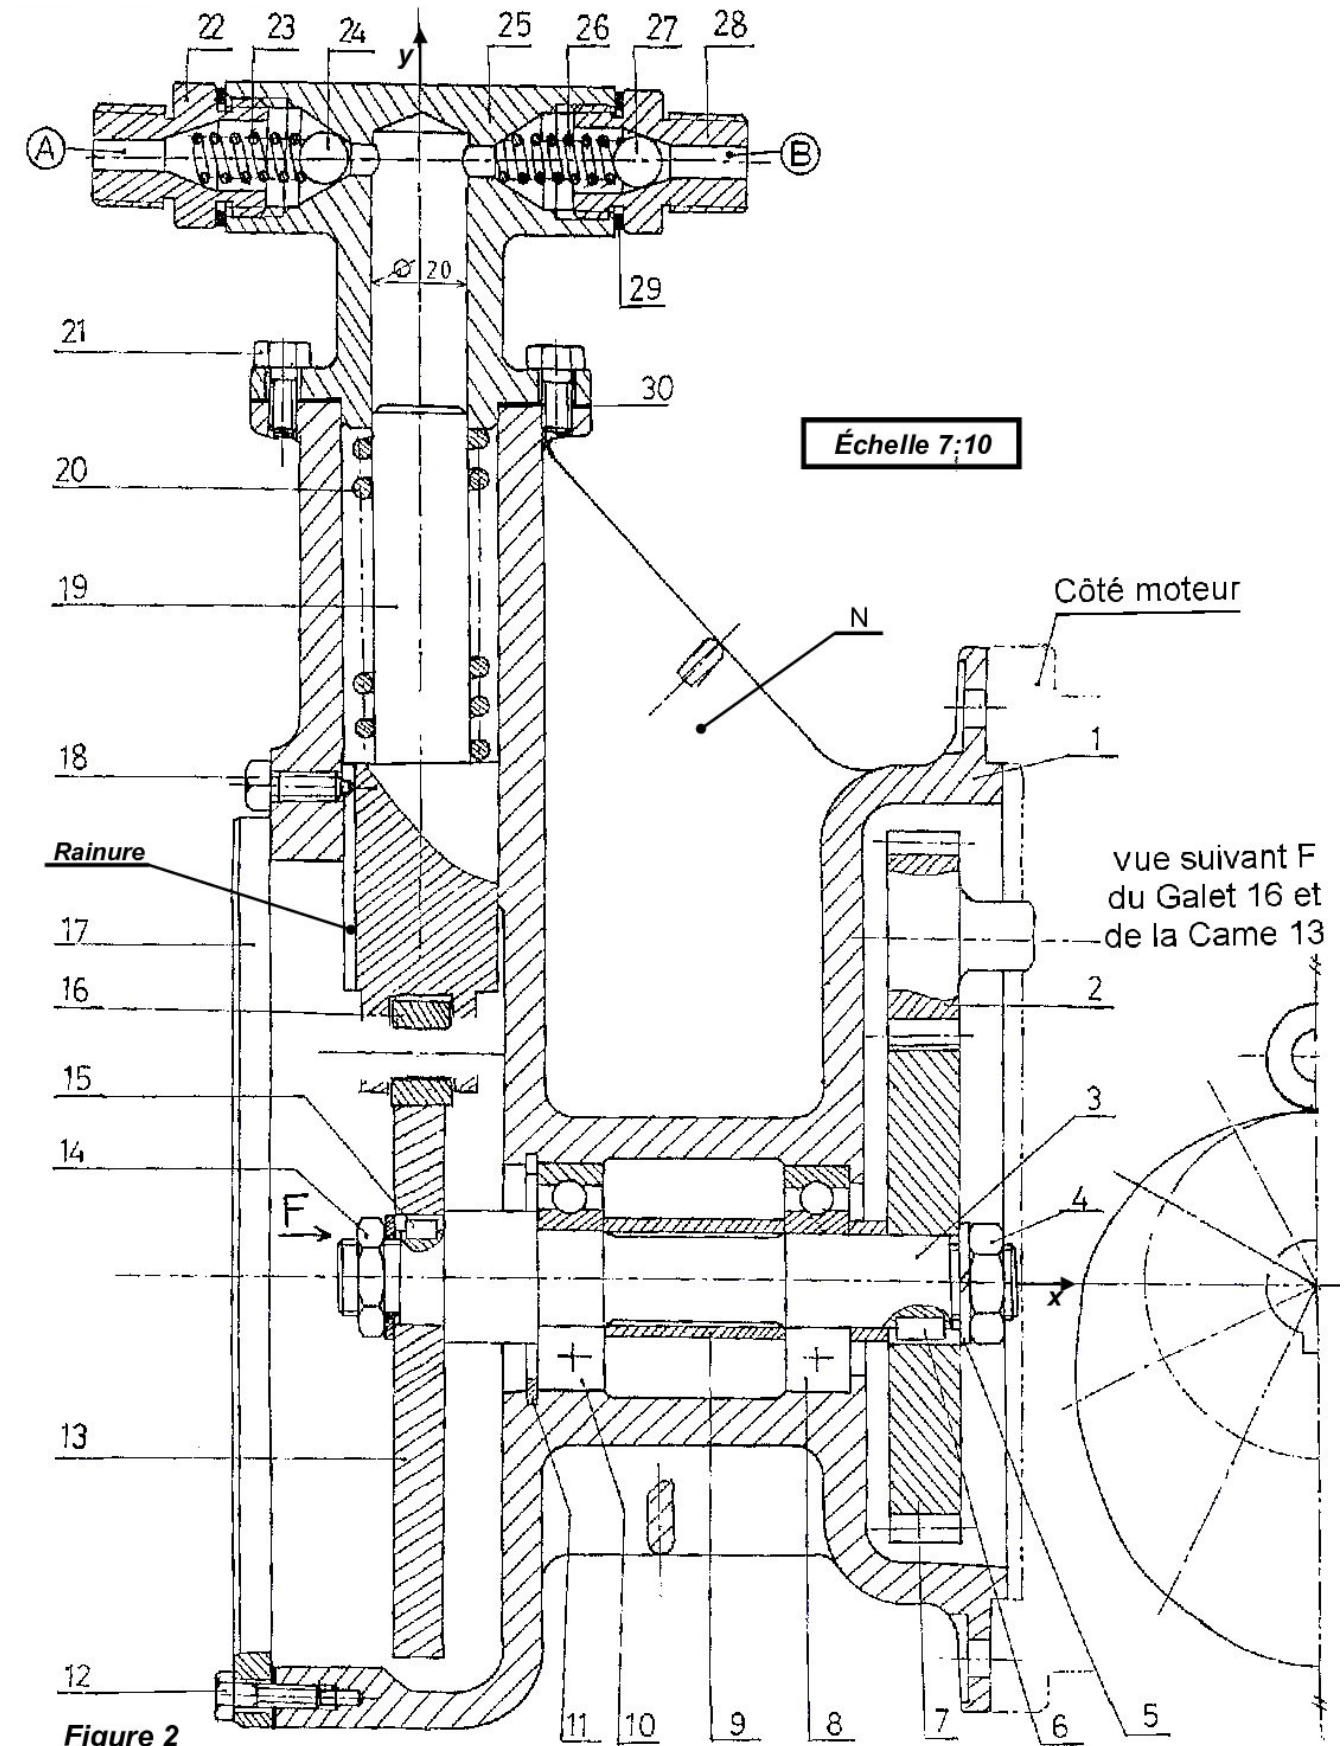

Figure 2
Le dessin d'ensemble **Figure.2** représente une pompe à piston commandée par une came.
2.6- Sur le dessin d'ensemble **Figure.2**, dans quelle position se trouve le piston 19 ?
2.7- Donner le nom et la fonction des éléments suivants de la **Figure.2** :